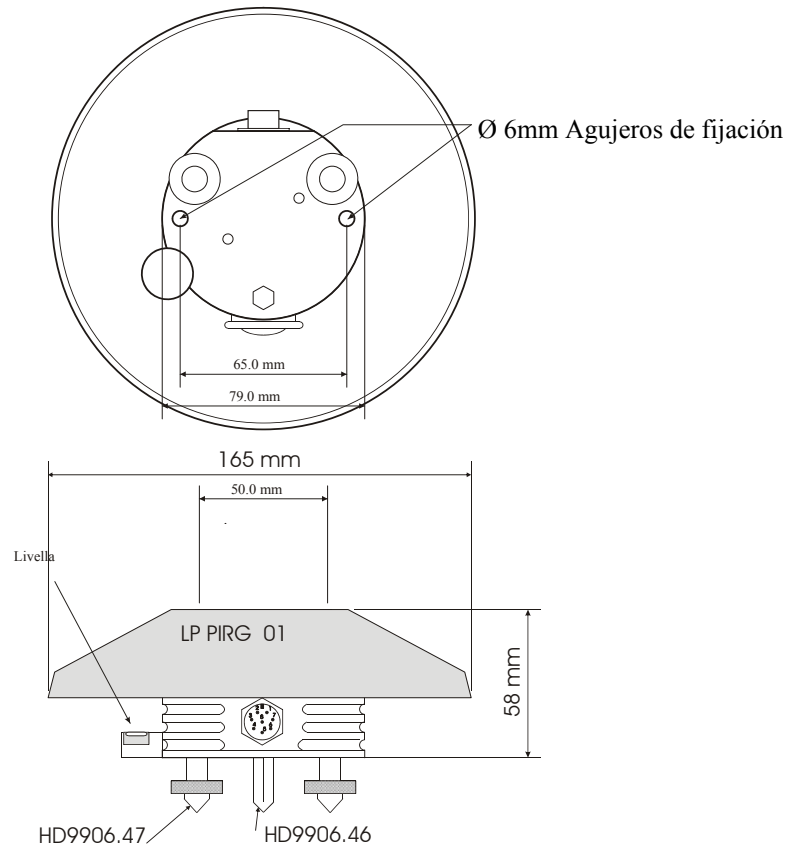

Figura 2
- Para un posicionamiento horizontal exacto, el pirgeómetro LP PIRG 01 tiene un nivel; el ajuste se realiza por medio de los dos tornillos con tuerca de grabación que le permiten variar el ángulo de inclinación del pirgeómetro. La fijación sobre un plano se puede realizar utilizando los dos agujeros de 6 mm de diámetro y el espaciamiento de 65 mm. Para acceder a los agujeros y extraer la pantalla y volver a colocarlo después del montaje, ver la Figura 2.